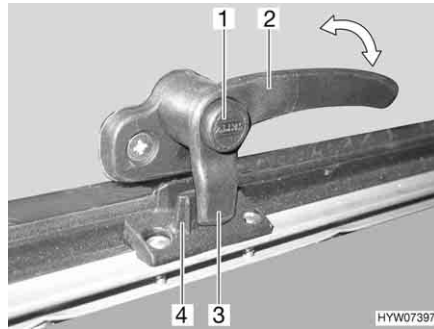
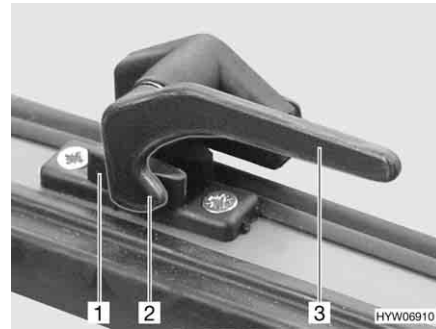

Bild 68 Verriegelungshebel mit Sicherungsknopf in Stellung "geschlossen"
Bild 69 Verriegelungshebel in Stellung "geschlossen"
- Wenn vorhanden, Sicherungsknopf (Bild 68,1) drücken und gedrückt halten.
- Den Verriegelungshebel (Bild 68,2 oder Bild 69,3) eine viertel Umdrehung zur Fenstermitte hin drehen.
- Den Verriegelungshebel (Bild 68,2 oder Bild 69,3) eine viertel Umdrehung zum Fensterrahmen hin drehen. Die Verriegelungsnase (Bild 68,3 oder Bild 69,2) am Verriegelungshebel liegt komplett auf der Innenseite der Fensterverriegelung (Bild 68,4 oder Bild 69,1).
- in Stellung "fest verschlossen" (Bild 68 und Bild 69)